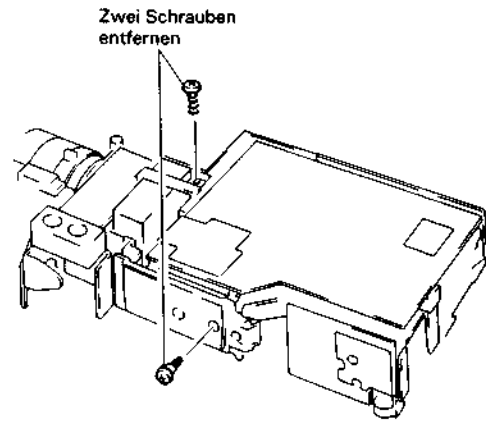

Abb. 2.33 Ausbau der Sensor-Leiterplatte
4. Die zwei (2) Befestigungsschrauben zwischen Kamera- und Videorekorder-Abschnitt entfernen (siehe Abb. 2.33).
2. Die zwei (2) Befestigungsschrauben des Kamera- und Videorecorder-Abschnittes entfernen (siehe Abb. 2.33).